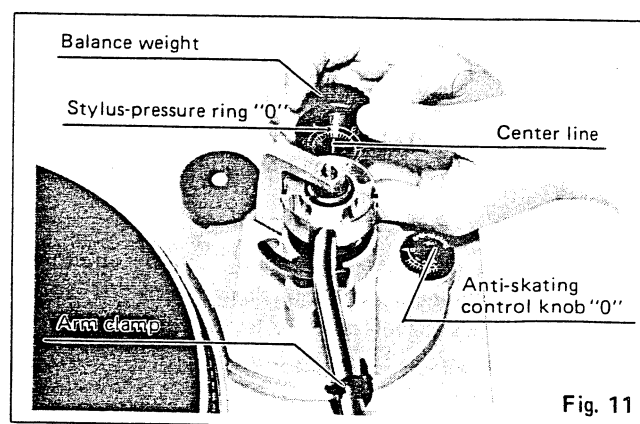

Fig. 11
- During the adjustment of the horizontal zero (0) balance, be careful that the stylus tip of the cartridge does not contact the turntable mat or turntable base.
- After the tonearm is horizontally zero (0) balanced, temporarily refasten the tonearm with the arm clamp.
- Hold the balance weight stationary with one hand as shown in the picture, and rotate only the stylus-pressure ring to bring the numeral "0" of the ring into alignment with the center line on the tonearm rear shaft. The adjustment of the horizontal zero (0) balance is now completed. (See Fig. 11.)
- After adjusting the horizontal zero (0) balance, turn the balance weight clockwise in the direction of the arrow and align to the correct stylus pressure. (See 12.)
- 4. Nachdem der Tonarm horizontal ausbalanciert ist, befestigen Sie ihn vorübergehend mit der Arretierklammer auf der Tonarmablage. (Vgl. Abb. 11)
- 5. Halten Sie das Gegengewicht mit einer Hand fest, wie in der Abbildung gezeigt, und drehen Sie den Auflagedruck-Einstellring, bis dessen "0"-Marke mit der Mittellinie auf dem rückwärtigen Tonarmende übereinstimmt. (Vgl. Abb. 11.)